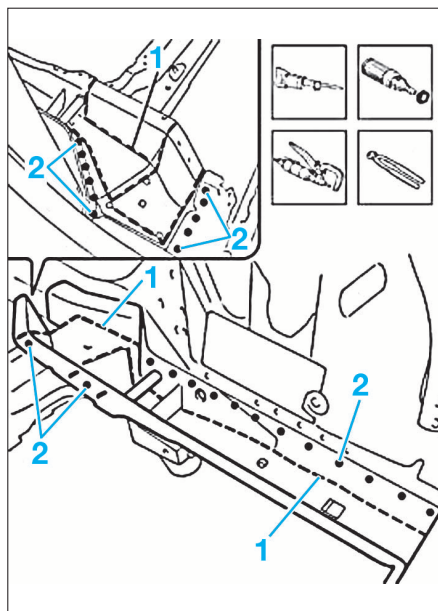

FIG. 37
- Découper et dépointer en zone (1) et (2) (Fig.37).